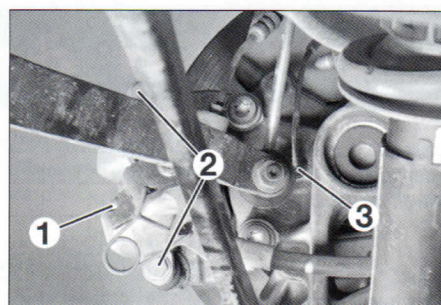
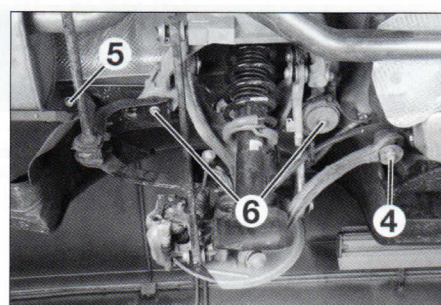

FIG. 21
FIG. 22
- el cable de freno de mano (1) (fig. 21).
- las fijaciones (2) de la pinza de freno.
- el captador de velocidad de rueda ABS (3).
- la fijación (4) (fig. 22) del brazo de suspensión.
- la fijación (5) del apoyo de barra estabilizadora.
- las fijaciones (6) del tren trasero.